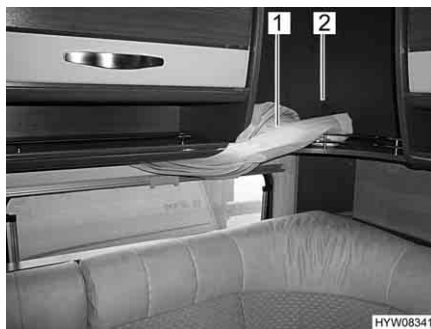

Fig. 78 Letto in coda, riporre le tendine nelle bauliere
- Riporre le tendine (Fig. 78,1) con cautela nelle bauliere (Fig. 78,2) facendole passare sopra il letto in coda. In caso contrario, le tendine possono rimanere impigliate e danneggiarsi.